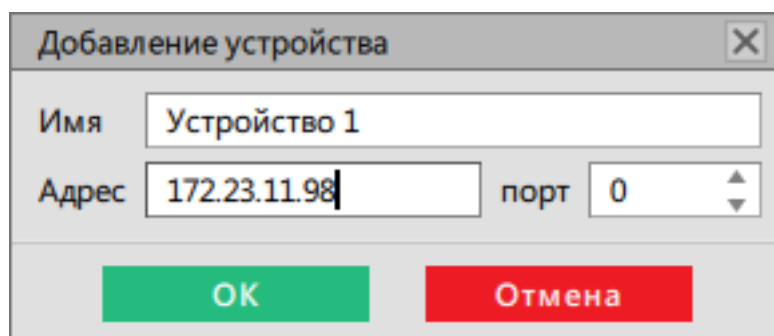

Рисунок 173 - Добавление устройства
- Укажите имя и адрес устройства, нажмите **ОК** (Рисунок 173).